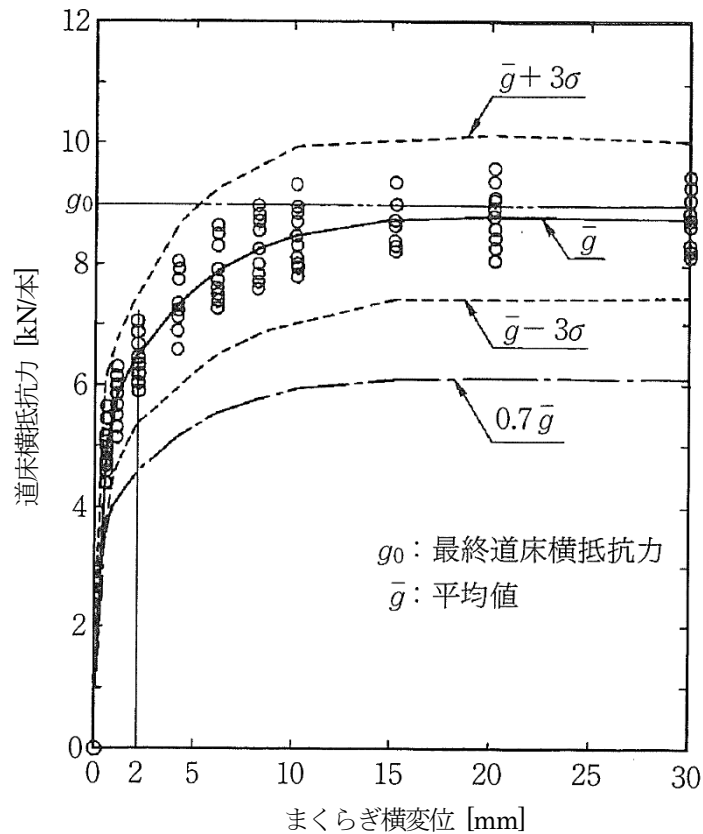

図2 道床横抵抗力試験結果
- ③ ロングレールの座屈安定性の性能照査に用いる道床横抵抗力において、図2に示す道床横抵抗力試験によるまくらぎ横変位2[mm]を適用することとしている根拠について述べなさい。